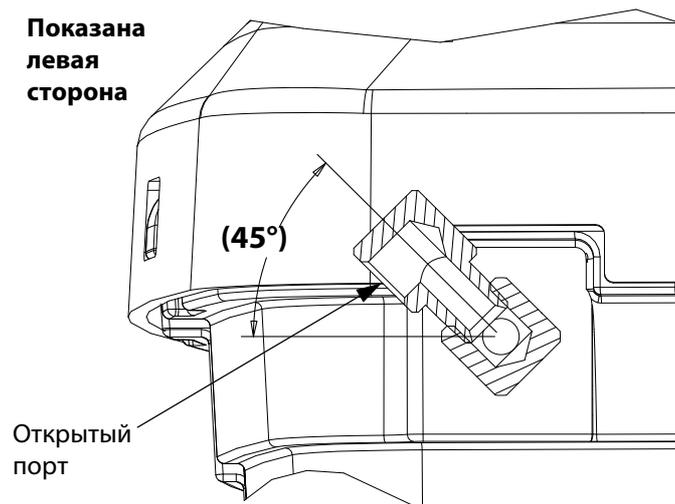

Рис. 21. Ориентация вентиляционных фитингов
При использовании комплекта циркуляции в бункере или шланге не заполняйте внешнюю оболочку полностью. Инструкции по заполнению см. в руководстве к комплекту циркуляции в бункере или шланге. Переполнение может привести к вытеканию нагревательной жидкости через вентиляционные фитинги во время запуска (см. Рис. 21).
4. Вентиляционные фитинги можно устанавливать на любой стороне. Правильную ориентацию вентиляционных фитингов см. на Рис. 21.